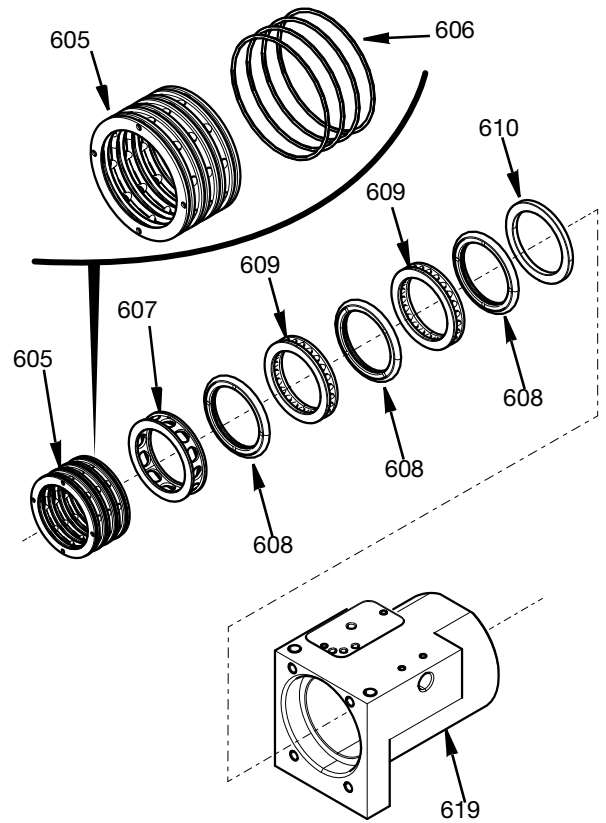

FIG. 22
2. Sätt försiktigt in alla delar i det vridbara huset som visas i FIG. 22. O-ringar (606) måste monteras på luftfördelarringen (605) innan de sätts in i ledade husets hål. Se till att alla tätningar och ledade husets hål är lätt smorda före montering. Se FIG. 22.